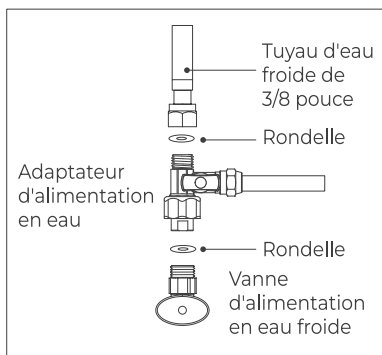

Figure 5
**c.** Visser l'adaptateur d'alimentation en eau sur la vanne d'alimentation en eau froide (avec sa garniture) et le serrer avec une clé à molette (**Figure 5**).